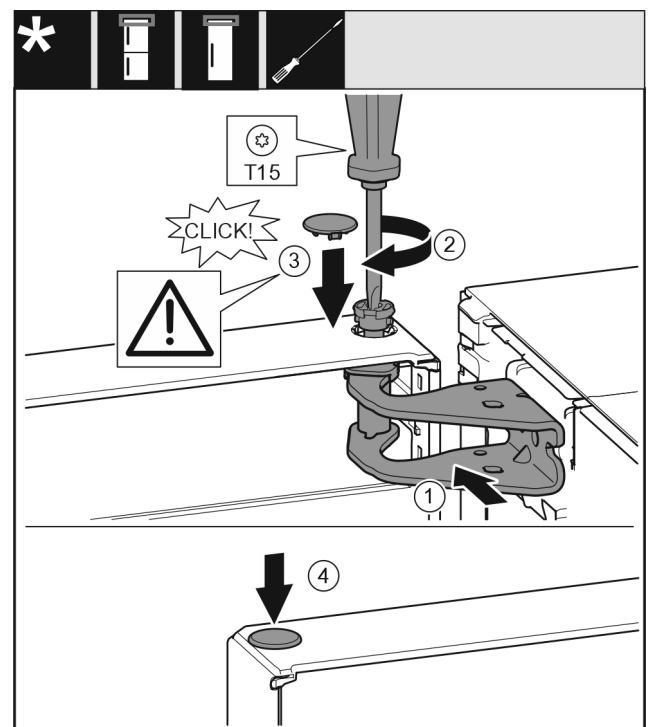

Fig. 36
- Tür oben zur Öffnung im Lagerbock Fig. 36 (1) ausrichten.
- Bolzen Fig. 36 (2) einsetzen und mit Schraubendreher festschrauben.
- Abdeckung Fig. 36 (3) einsetzen.
- ▶ Kontrollieren, dass die Abdeckung Fig. 36 (3) auf der Tür aufliegt.
- ▶ Abdeckung Fig. 36 (4) einsetzen.